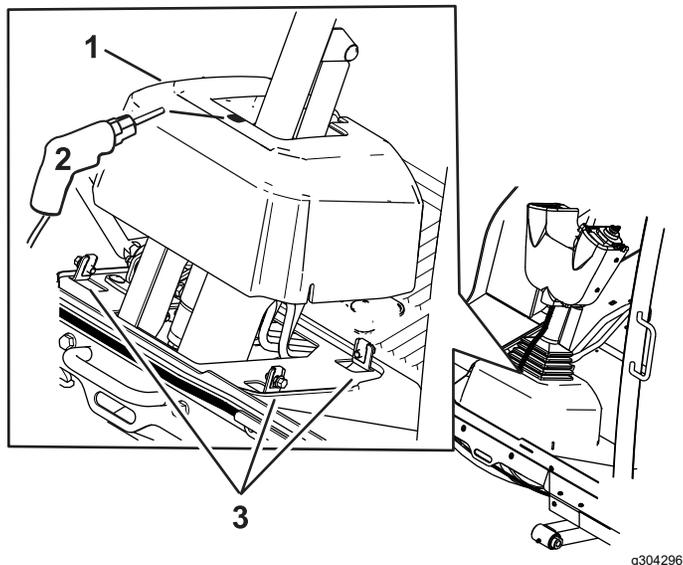

Figura 8
8. Desaperte os parafusos em redor da base da coluna da direção (**Figura 8**).
9. Eleve a base e faça um furo de 22 mm como se mostra na **Figura 8**.